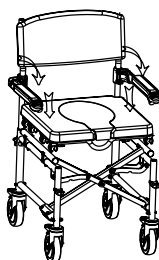

Fig.16
- Coloque o assento na estrutura da cadeira de rodas e carregue para baixo para fixar a sua posição, de seguida, adicione a tampa (fig.16);